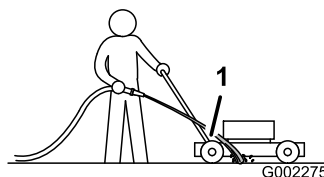

Figura 31
3. Sujete la manguera a la altura del manillar y dirija el agua para que fluya sobre el suelo justo por delante de la rueda trasera derecha (Figura 31).